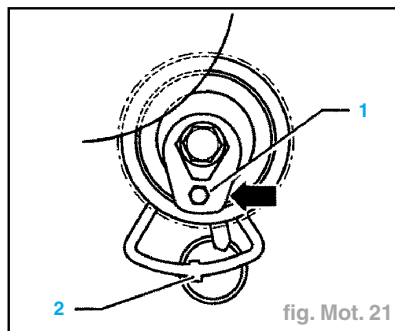

fig. Mot. 21
- à l'aide d'une clé mâle coudée que l'on engage dans l'entraînement à six pans (1), tourner le galet-tendeur d'entraînement combiné dans le sens d'horloge en direction de l'étrier (flèche) portant l'ergot-repère (2) (galet-tendeur en position détendue (fig. Mot. 21),
- serrer la vis de fixation à la main. L'ergot de l'embase doit s'engager (2) dans l'alésage aménagé sur la culasse.